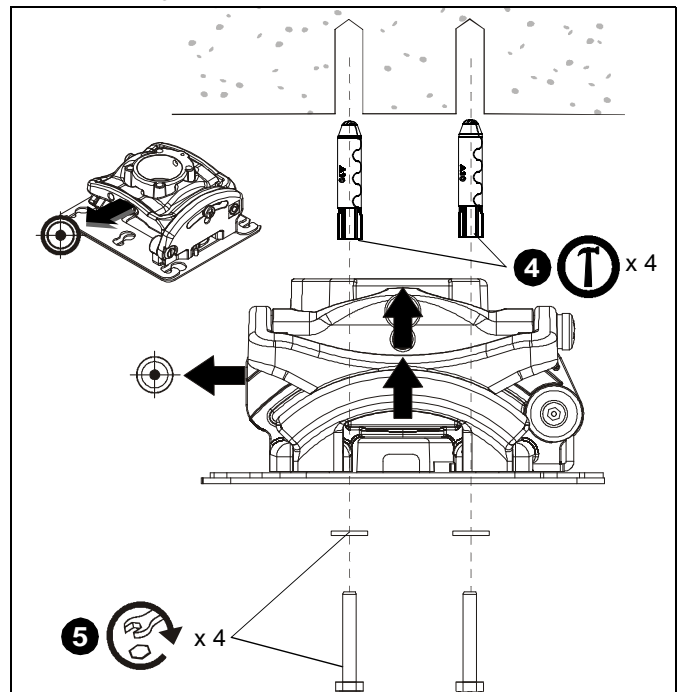

Figure 9
5. Fixez le RPME à la structure en utilisant quatre rondelles plates de 1/4" et quatre vis à bois #10-24" x 3" (non incluses). (Voir la Figure 9)